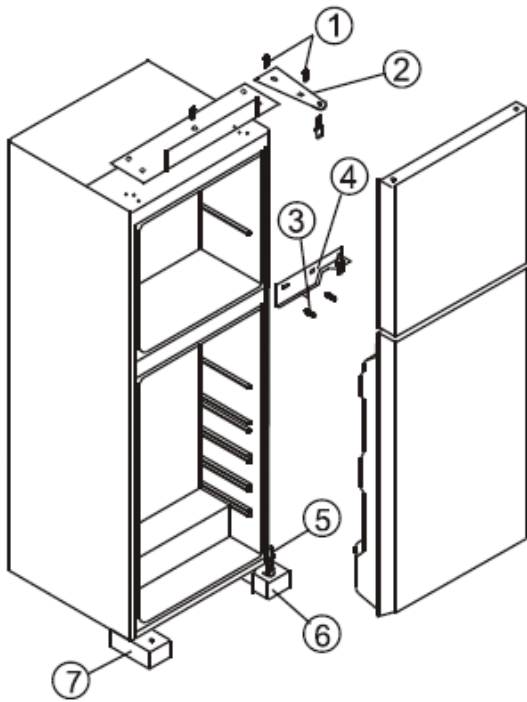

Fig. 1
- Das Scharnier durch lösen der Schrauben (Abb. 1 Nr.1 und 2) demontieren, nehmen die obere Tür ab und stellen die an einem sicheren Platz.
- Die mittlere Halterung durch lösen der Befestigungsschrauben (Abb. 1 Nr. 3 und 4) von der unteren Tür entfernen.
- Die untere Tür vom Scharnierstift (Abb. 1 Nr. 5 und 6) heben und stellen die ebenfalls an einem sicheren Ort.
- Die justierbaren Füße (Abb. 1 Nr. 6 und 7) demontieren und jeweils auf der gegenüberliegenden Seite fixieren.